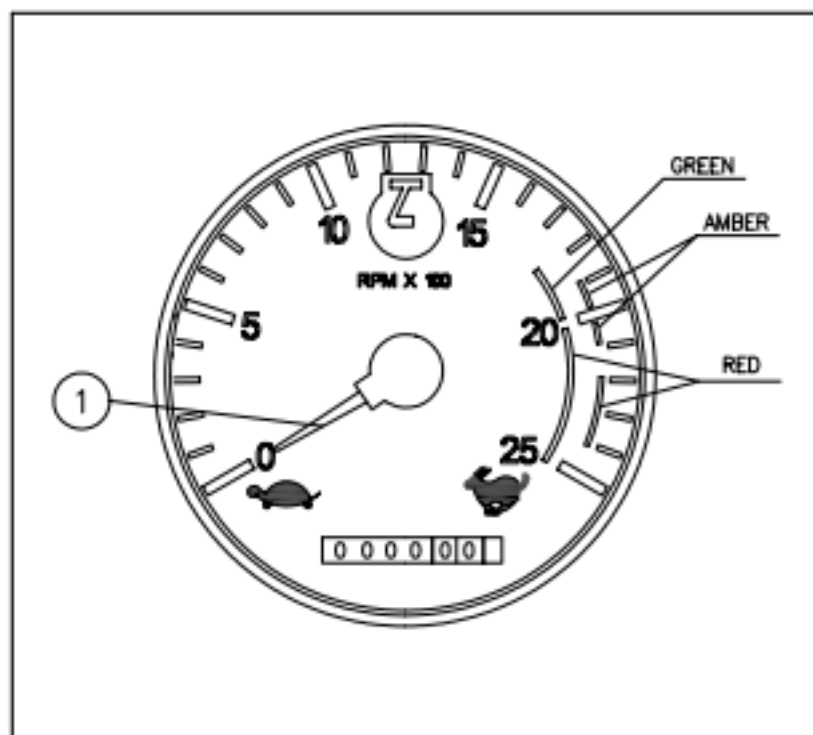

Fig.3-6 Contador de rotações por minuto (RPM)
O regime do motor é mostrado por um ponteiro (1) na escala graduada. O ponteiro nunca deve atingir a zona das 2500 RPM, que mostra uma velocidade excessiva do motor. (Fig.3-6)